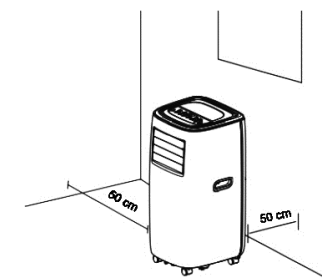

Fig. 3
3. Asigurați-vă că unitatea este în poziție verticală și că nu există obstacole pe grilele de intrare și ieșire (Fig. 3).